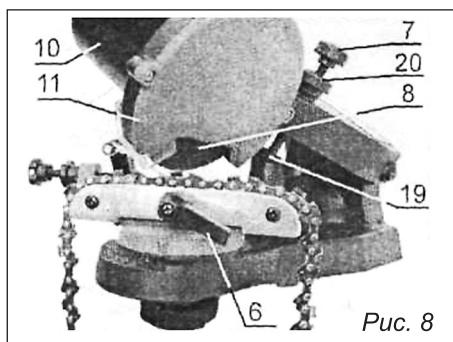

Рис. 8
- Опустите корпус 10 (рис. 8) и переместите цепь так, чтобы заточной диск 8 попал в выемку зуба и уперся в нее.
- Удерживая корпус 10 (рис. 8) в этом положении вкрутите винт 7 до упорной площадки 19 основания и затяните гайку 20.
- По завершении заточки одного зуба нажатием на красную кнопку выключите станок. Поднимите корпус 10 (рис. 8) в верхнее положение.